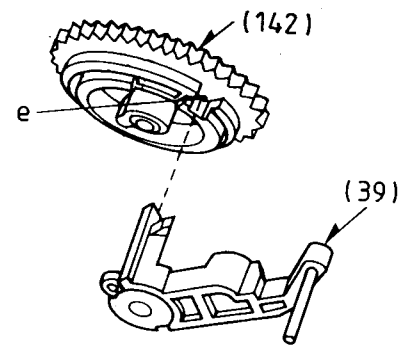
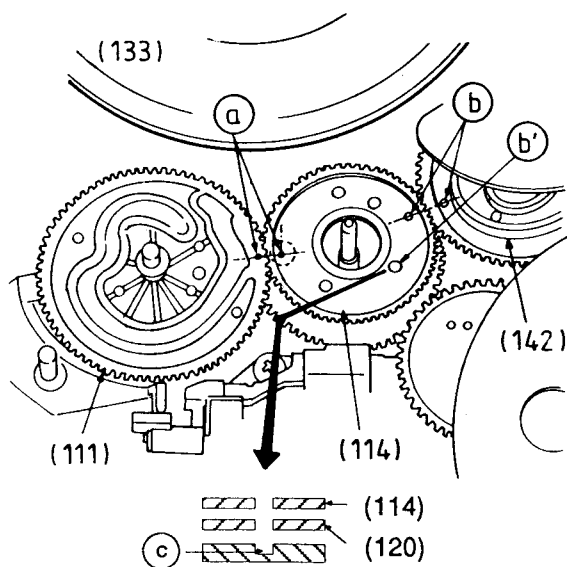

Fig. 47
Fig. 48
9.3 Ladekurvenrad (142), Zwischenrad (114)
- Ladekurvenrad (142) so einbauen, daß der Hilfsladehebel (39) in die Aussparung "e" eingreift (Fig. 47).
- Zwischenrad (114) auf das Ringrad (120) stecken. Die Markierungslöcher (a) des Zwischenrades (114) und des Kurvenrades (111), sowie die Markierungslöcher (b) des Zwischenrades (114) und des Ladekurvenrades (142) müssen gegenüberstehen. Gleichzeitig müssen das Markierungsloch (b) des Zwischenrades (114), das Markierungsloch (b) des Ringrades (120) und das Markierungsloch (c) im Laufwerkchassis übereinanderliegen (Fig. 48).
9.3 Loading Cam Gear (142), Intermediate Gear (114)
- Fit the Loading Cam Gear (142) so that the Sub Loading Lever (39) engages with the cut out "e" (Fig. 47).
- Fit the Intermediate Gear (114) onto the Ring Gear (120). The marked holes (a) on the Intermediate Gear (114) and the Cam Gear (111) and the marked holes (b) on the Intermediate Gear (114) and the Loading Cam Gear (142) must be aligned towards each other. Simultaneously the marked hole (b) on the Intermediate Gear (114), the marked hole (b) on the Ring Gear (120) and the marked hole (c) on the mechanical chassis must lie accurately over each other (Fig. 48).